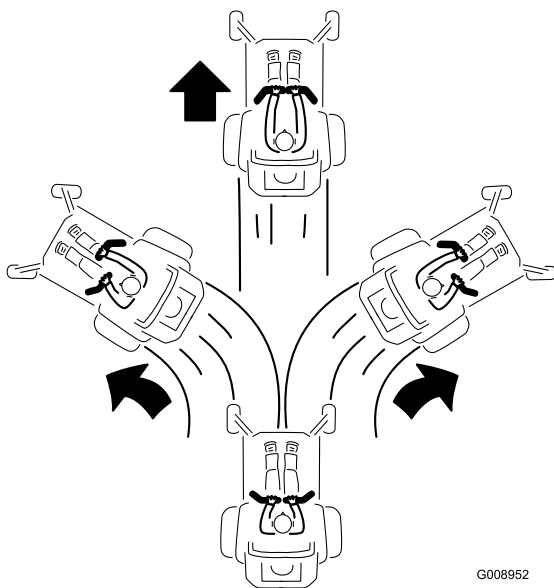

Figura 26
2. Pentru a vă deplasa în față, împingei uor manetele de control al micării în față (Figura 26).